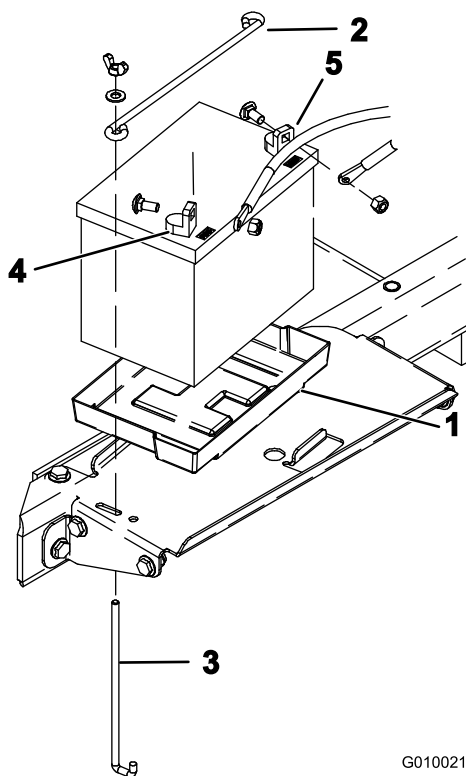

図 6
8. バッテリー・ボックスのトレーにバッテリーを載せる (図 6)。この時、端子が車体の外側へ向くようにする。
9. 横棒 (2 本)、縦棒 (2 本)、平ワッシャ、と蝶ネジ (2 個) でバッテリーを固定する (図 6)。
10. プラス（赤）ケーブルをプラス（+）端子に、ボルトと蝶ナットで固定し（図 6）、次に、マイナス（黒）ケーブルをマイナス（-）端子に接続し、ボルトと蝶ナットで固定する（図 6）。ショート防止のために（+）端子にゴムキャップをかぶせる。